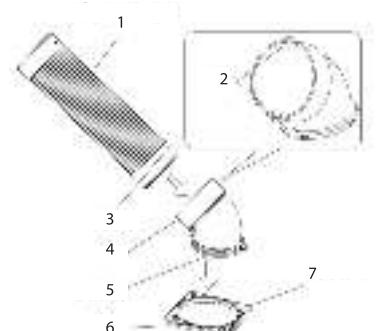

Рис.1
- Способ установки: поворотное колено устанавливите в монтажное отверстие на корпусе прибора и поверните против часовой стрелки. (рис.1).
- Установите воздуховод холодного воздуха в поворотное колено и поверните влево(рис.1).